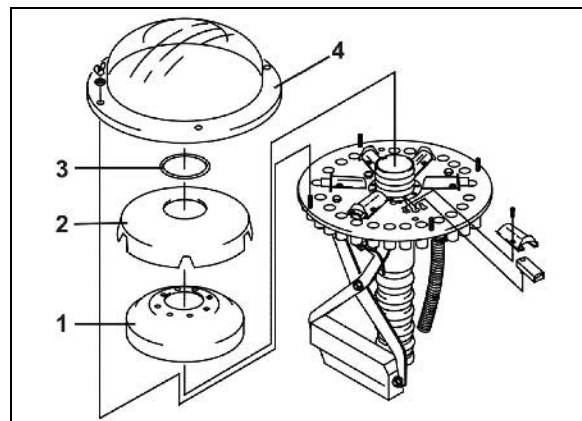

Bild 145
12. Montera skuminlägg (Bild 145/1)
13. Montera fördelarinnerhuv (Bild 145/2)
14. Montera ringen (Bild 145/3)
15. Montera fördelarytterhuv (Bild 145/4)